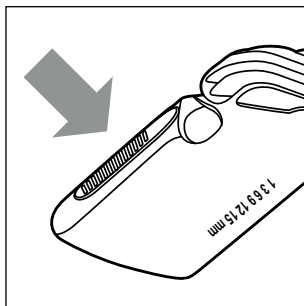

Abb. 5
- Drücken Sie den Knopf, wenn Sie den Kammaufsatz **10/11** nach oben oder unten schieben (siehe Abb. 5). Dadurch lässt sich der Kammaufsatz **10/11** leichter aus der Einrastung lösen und verschieben.
- ▶ Drücken Sie die obere Seite des Knopfes, wenn Sie den Kammaufsatz **10/11** nach oben oder unten schieben (siehe Abb. 5). Dadurch lässt sich der Kammaufsatz **10/11** leichter aus der Einrastung lösen und verschieben.